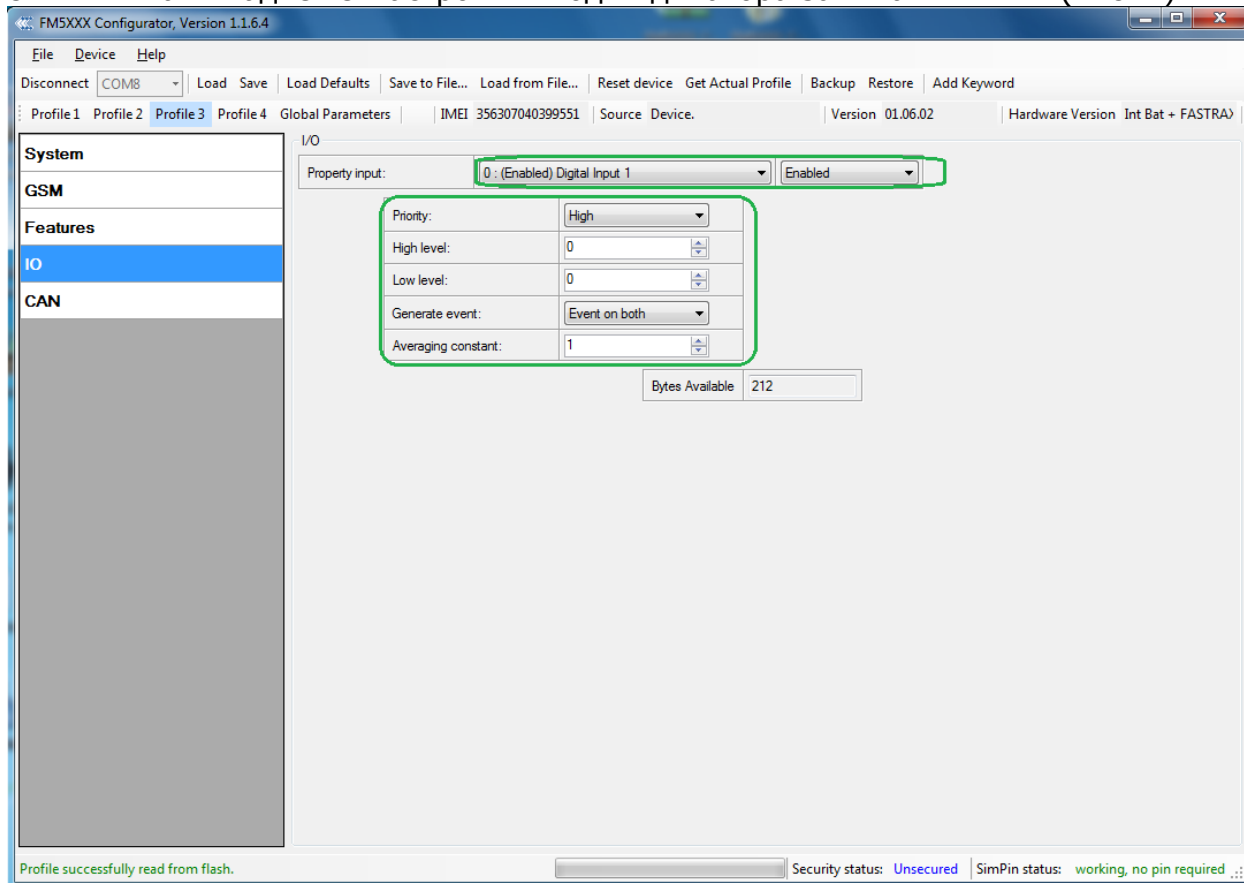

Рисунок 2
3.1.2. На вкладке IO настроить вход индикатора зажигания DIN1 (Рис. 2):